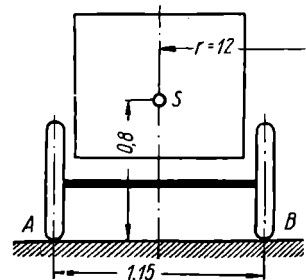

Bild 54
75. Ein 700 kp schweres Auto, dessen Schwerpunkt 800 mm über dem Erdboden liegt, durchfährt eine Kurve von 12 m Krümmungshalbmesser mit einer Geschwindigkeit 6 m/s. Die Spurweite der Räder beträgt 1,15 m (Bild 54). Alle Räder nehmen durch Reibung an